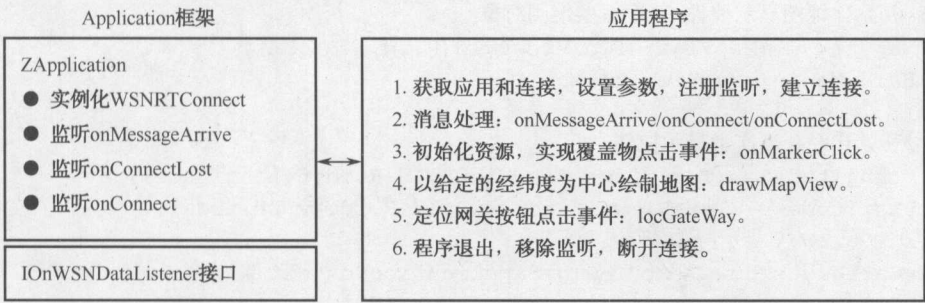

图 3.40 GPS 网关定位系统程序实现流程
(2) 程序业务流程分析。GPS 网关定位系统调用的是实时数据 API 接口，只是加入了百度地图的应用，程序的实现流程如图 3.40 所示。